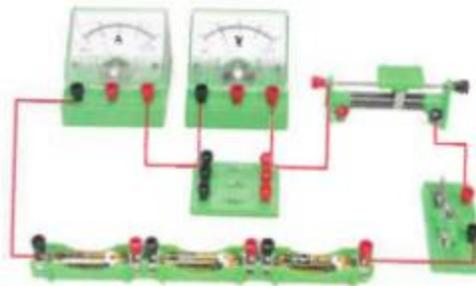

Figure 16-1
1. Comme le montre la figure 16-1, nous avons étudié et passé la valeur fixe Résistance R (laisser R=10 ohms inchangés) passer Le courant traversant, en changeant la varistance coulissante en Modifiez la tension aux bornes de la résistance à valeur fixe (il est préférable de mesurer Plusieurs fois la tension change en multiples entiers), mesurée en même temps La quantité enregistre la taille du courant traversant la résistance à valeur fixe, Analysez la relation entre le courant et la tension
2. Le circuit illustré à la figure 16-1 est également utilisé, et les résistances de 5 ohms et 15 ohms sont connectées séparément, et la varistance coulissante est ajustée à chaque fois. La tension aux bornes de la valeur R reste la même et le courant dans le circuit est mesuré et enregistré en même temps, et le courant et la résistance sont résumés séparément.